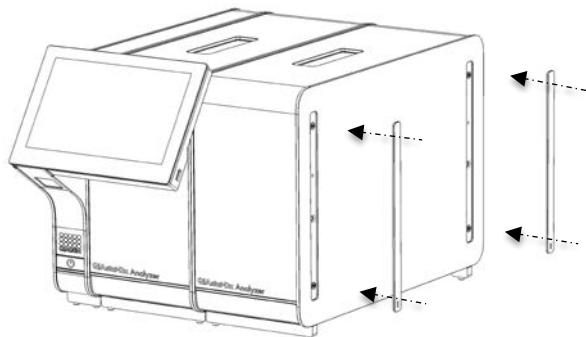

Figura 17. Reataşarea capacelor de protecţie pe modulul analitic suplimentar.
- Ataşaţi la loc capacele de protecţie pe partea laterală a modulului analitic suplimentar (Figura 17).